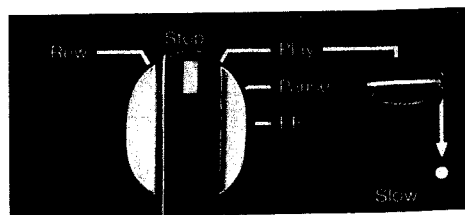

Abb. 4
In dieser Stellung steht das Band still. Ist eine Aufnahme beendet, so ist der Betriebsartenwähler ⑭ immer in diese Stellung zu bringen. (Abb. 4)